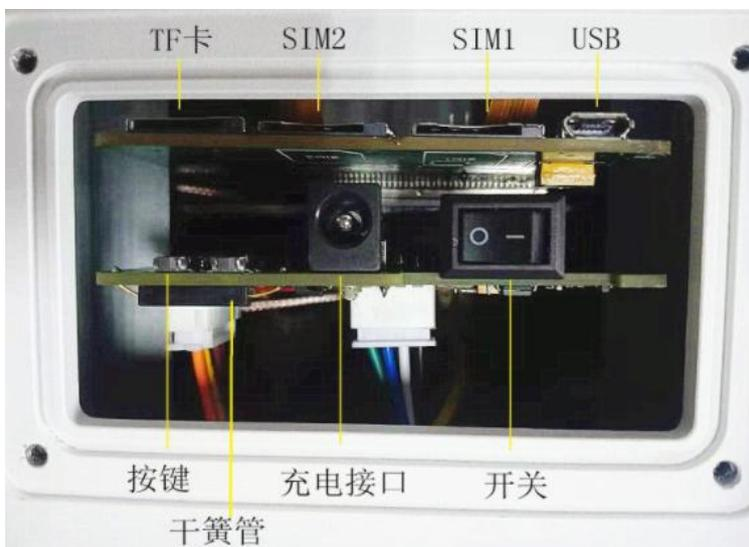

图 6
- 使用磁铁靠近干簧管的位置(如图6),激活设备 WiFi 热点(名称:F-PLS2xx_*****,其中 *****为出厂编号)。